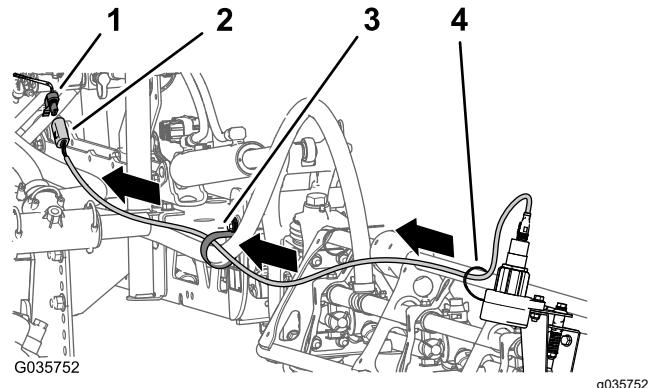

Figura 23
2. Disponete il cablaggio preassemblato del sensore lungo la parte anteriore della sezione delle barre esterne, attraverso il morsetto di supporto e verso il connettore a 4 prese del cablaggio preassemblato proveniente dal kit di finitura Ultra Sonic Boom, davanti al collettore del cilindro di sollevamento (**Figura 23**).
3. Collegate i connettori a 4 pin per i cablaggi preassemblati del sensore sinistro e destro al connettore a 4 prese del cablaggio preassemblato per il kit di finitura Ultra Sonic Boom (**Figura 23**) indicati come LEFT SONIC SENSOR e RIGHT SONIC SENSOR.
5. Fissate il cablaggio proveniente dal sensore alla barra con le fascette per cavi (Figura 23).